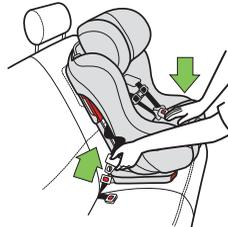

Figure 116
- Pressez au centre du siège d'auto pour réduire la tension sur la ceinture du véhicule aidera à la déboucler plus facilement, tel qu'illustré dans la **Figure 116**.